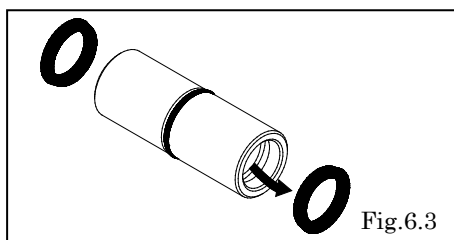

Fig.6.3
- ・スロットベアリングからパッキンを取り外す。〔Fig.6.3〕